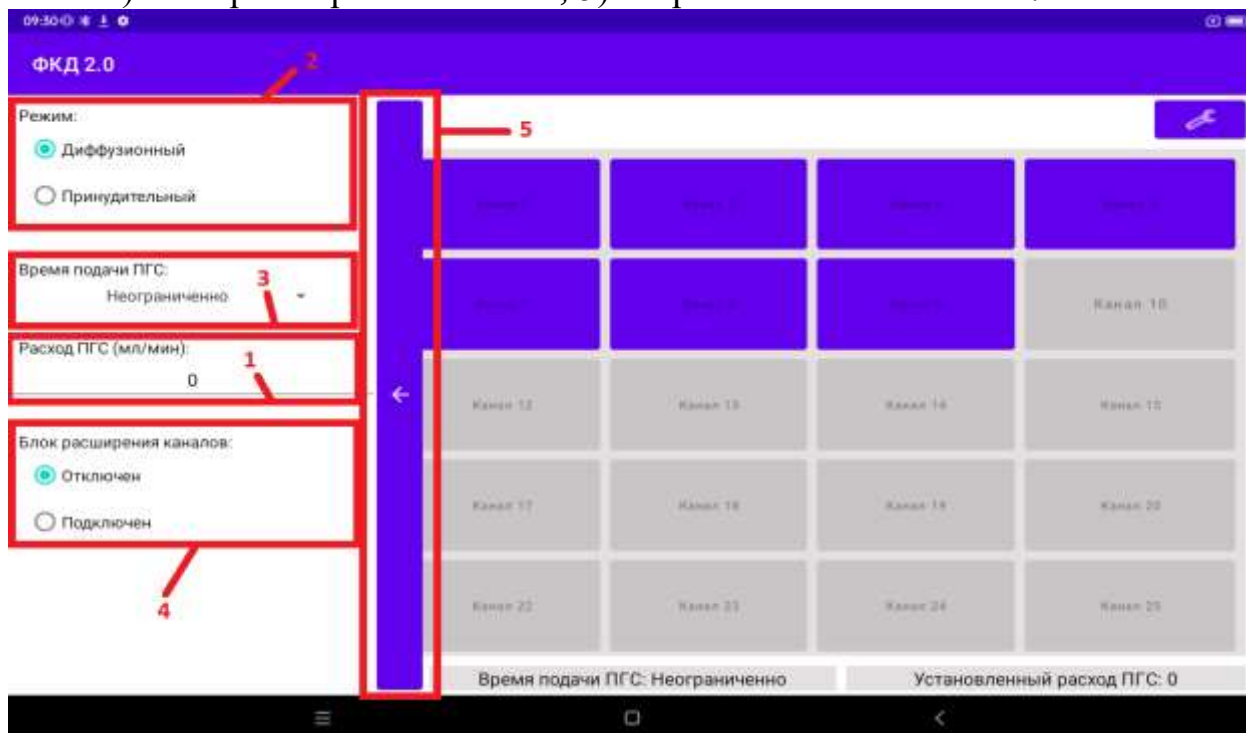

Рисунок 7.2.4 Боковая панель
7.3.16 Установить режим подачи ПГС (Рисунок 7.2.4 пункт 2).
7.3.17 Установить время подачи ПГС (Рисунок 7.2.4 пункт 3).
7.3.18 Закрыть боковую панель (Рисунок 7.2.4 пункт 5). Программа вернется на вкладку «Управление каналами». При закрытии приложения настроечные параметры: установленный расход, режим подачи ПГС, время подачи ПГС сохраняются и при последующем запуске приложения не требуют повторного ввода.